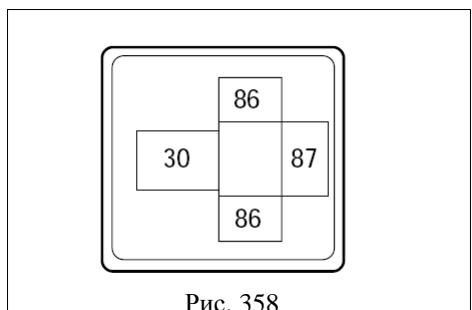

Рис. 358
- (1) Проверьте проводимость между контактами(рис. 358)